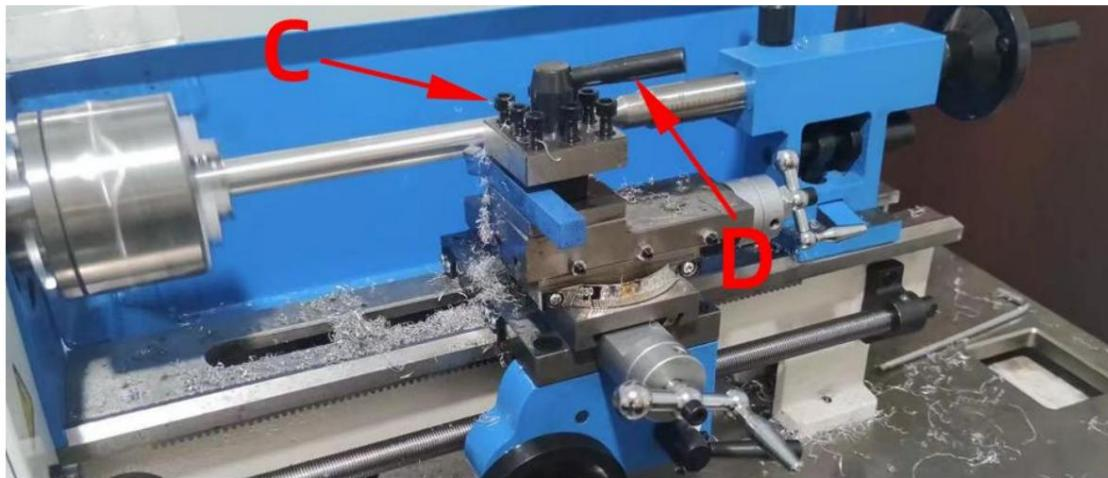

Fig.5 Ajuste del soporte de la herramienta
Cuando vaya a ajustar la posición del portaherramientas, solo necesita aflojar la palanca que se muestra en (D) de la Fig. 5. Una vez que haya terminado, asegúrese de apretarla. Si va a reemplazar la herramienta de corte, debe aflojar los tornillos de (C) con la llave Allen provista.